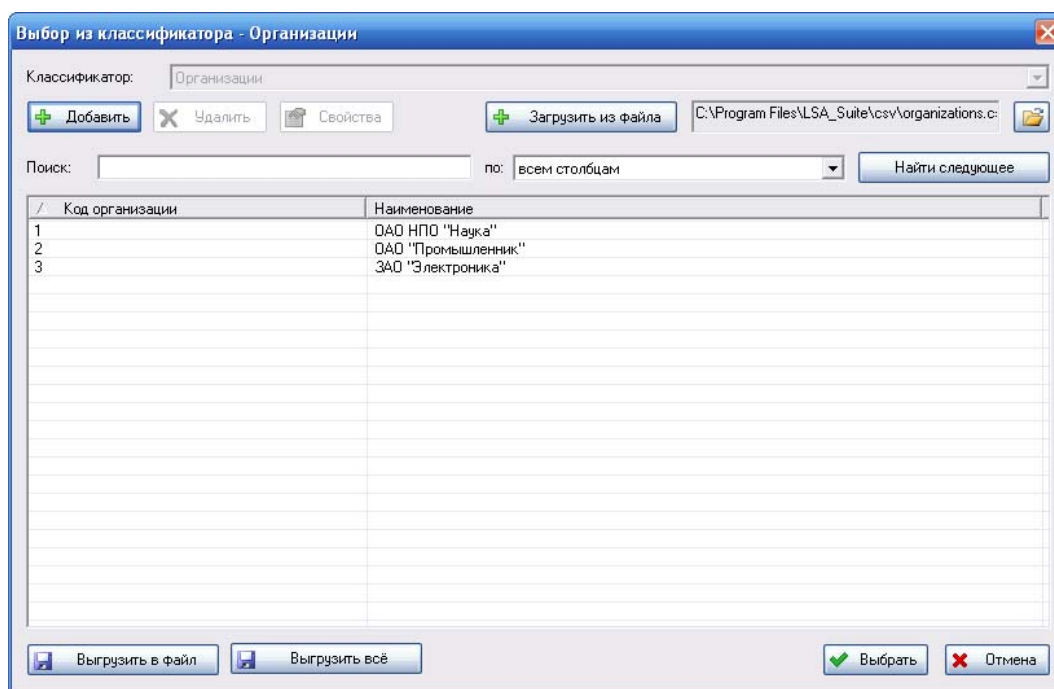

Рис. 4-29. Внешний вид диалогового окна справочника организаций в программе LSS1
- Для выбора организации-автора рисунка нажмите на кнопку , расположенную справа от поля **Организация-автор**. При этом откроется диалоговое окно, содержащее данные справочника организаций. Внешний вид диалогового окна зависит от версии программы LSS, в которой Вы работаете. рис. 4-29 представлено диалоговое окно **Выбор из классификатора – Организации**, используемое при работе в LSS1. В этом окне выделите нужную организацию и нажмите на кнопку **Выбрать**.